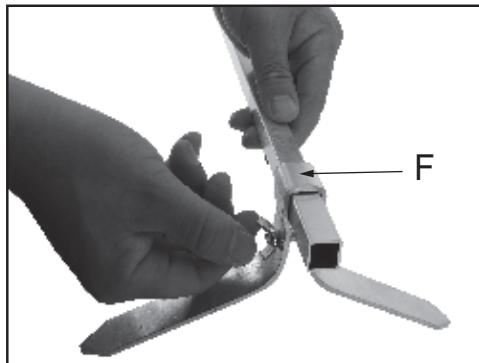
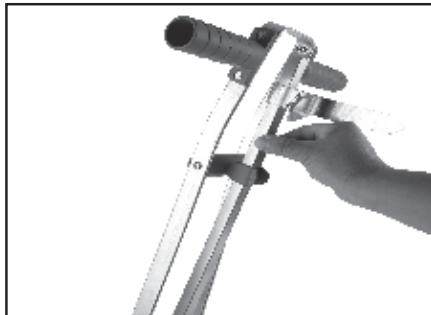
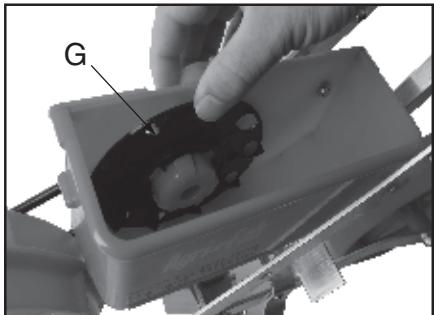

FIGURE 4
FIGURE 5
FIGURE 6
STEP 4: (SEE FIGURE 4)
- Attach the Row Marker Shaft (B) with the bracket of Row Marker (F). Tighten the wing nut by hand.
- (1) 13mm Wrench/Socket
STEP 5: (SEE FIGURE 5)
- When not in use, strap the Row Marker Shaft (B) to the Handle Bar (C).
STEP 6: (SEE FIGURE 6)
- Put one of the seven Seed Plates (G) into the hopper.
- Fixez le support du semoir de jardin (A) au bas de l'arbre du marqueur de rang (B) à l'aide du boulon, de l'écrou et de la rondelle de l'ensemble de quincaillerie qui sont pré-fixés dans le support du semoir de jardin (A).
ÉTAPE 4: (VOIR FIGURE 4)
- Fixez l'arbre du marqueur de rang (B) au support du marqueur de rang (F). Serrez l'écrou à oreilles à la main.
ÉTAPE 5: (VOIR FIGURE 5)
- Lorsqu'il n'est pas utilisé, attachez l'arbre du marqueur de rangée (B) au guidon (C).
ÉTAPE 6: (VOIR FIGURE 6)
- Placez l'une des sept plaques de semences (G) dans la trémie.